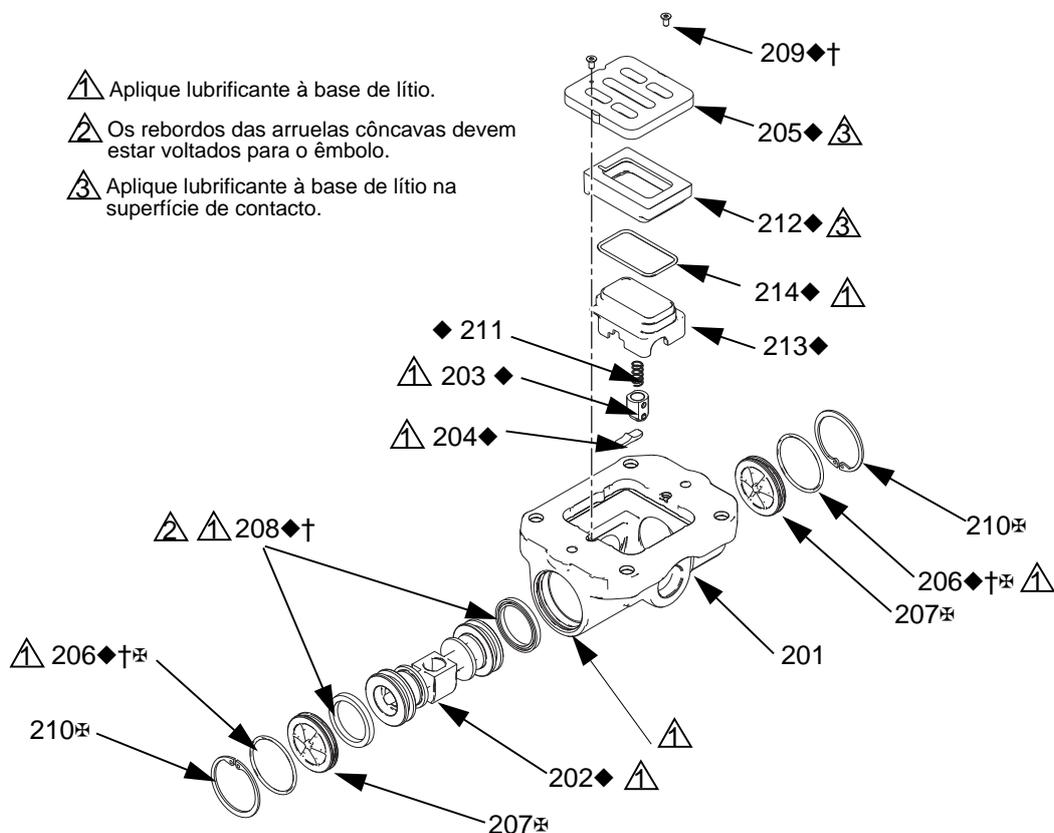

FIG. 2. Montagem da válvula pneumática
2. Consulte FIG. 2. Utilize uma aparafusadora Torx (T8 para centros de alumínio, T10 para centros de plástico) para retirar os dois parafusos (209). Retire a placa da válvula (205), o conjunto de arruelas (212-214), a mola (211) e o conjunto detentor (203).
3. Retire a arruela (213) da base (212). Retire o O-ring (214) da arruela.
4. Consulte FIG. 2. Retire o anel retentor (210) de cada extremidade da válvula pneumática. Utilize o pistão (202) para empurrar a tampa (207) para fora da extremidade. Retire o vedante da arruela côncava (208). Puxe o pistão para fora da extremidade e retire o outro vedante da arruela côncava (208). Retire a outra tampa final (207) e os O-rings da tampa (206).
5. Retire o came detentor (204) do compartimento da válvula pneumática (201).